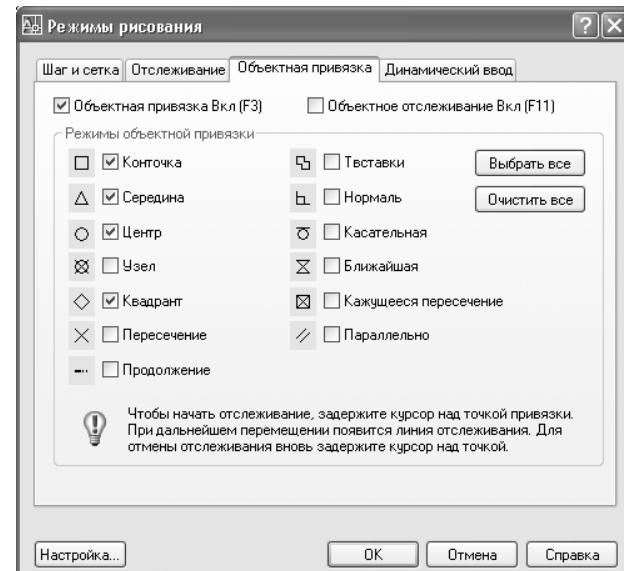

Рис. 5.49 ▼ Вкладка **Объектная привязка** (Object Snap) диалогового окна **Режимы рисования** (Drafting Settings) с включенными режимами постоянно действующей привязки
2. В открывшемся окне **Режимы рисования** (Drafting Settings) перейдите на вкладку **Объектная привязка** (Object Snap) и установите флагки **Конточка** (Endpoint), **Середина** (Midpoint), **Центр** (Center) и **Квадрант** (Quadrant), а также флагок **Объектная привязка Вкл** (F3) (Object Snap On (F3)), как показано на рис. 5.49.